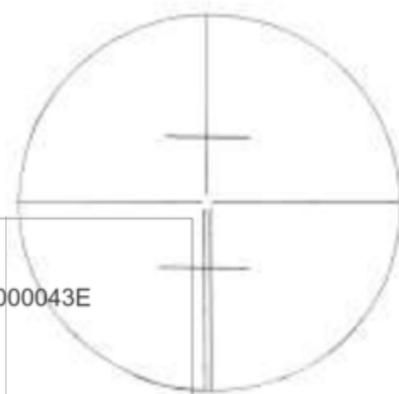

Рис.2
Вращением диоптрийного кольца (3) добиваются резкой видимости сетки нитей (рис. 2).